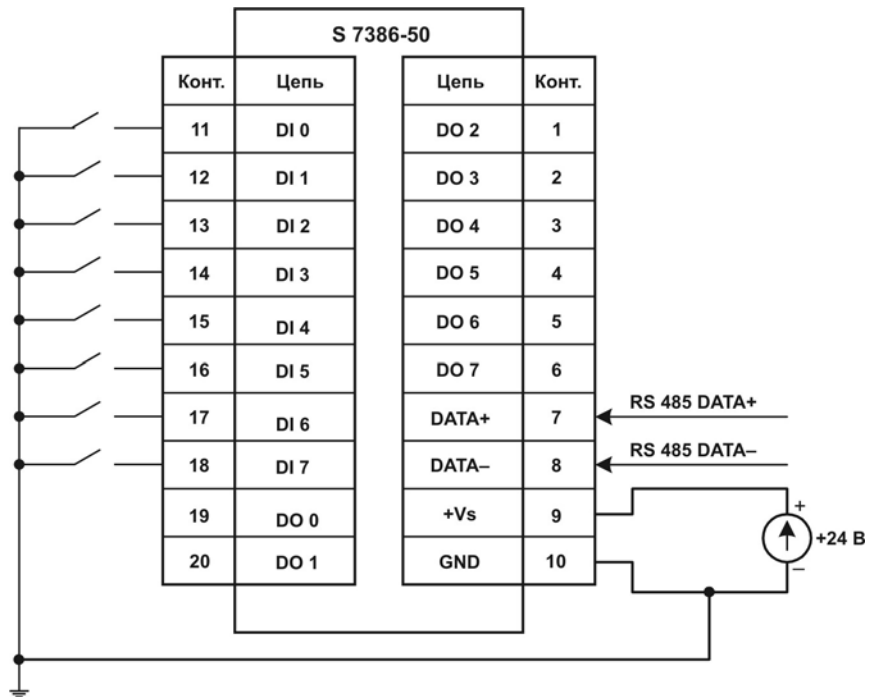

Рис. 7. Подключение к модулям S 7386-50/53 цепей с "сухим" контактом.
- 7.2. Выполните внешние соединения дискретных линий ввода/вывода согласно рис. 7 - 12 раздела 5 в зависимости от типа модуля.